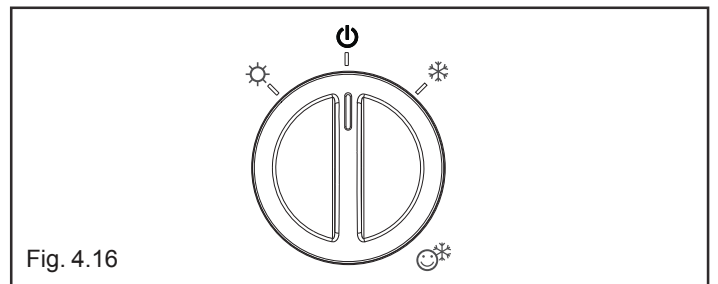

Fig. 4.16
- posizionare il selettore di funzione su "OFF/RESET" (fig. 4.16)